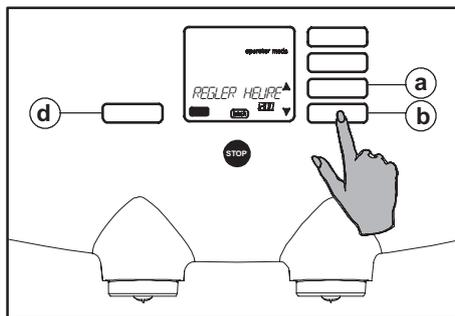

Fig. 57 Réglage de l'heure
16. Appuyez sur le bouton Enter (fig. 57 d) et utilisez les boutons de défilement \updownarrow pour modifier l'heure (fig. 57 a ou b).